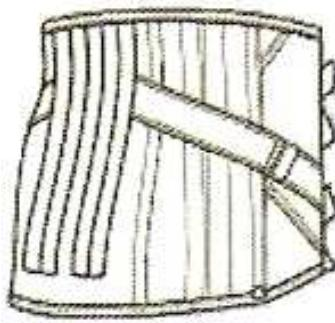

Figure 25 : CML montante au dos avec tirants hypogastriques ⁽⁵⁶⁾
- CML montante au dos et munie de diverses adjonctions apportant un soutien hypogastrique (cf. supra.). Prévue dans les cas d'insuffisance de la musculature abdominale et en particulier l'obésité afin de soulager le dos et maintenir la proéminence abdominale. Les adjonctions peuvent être une patte hypogastrique avec tirants (MN ou GM), une sangle intérieure, un tirant hypogastrique ou bride de rappel lombo-sacrée, etc. (Figure 25) ;